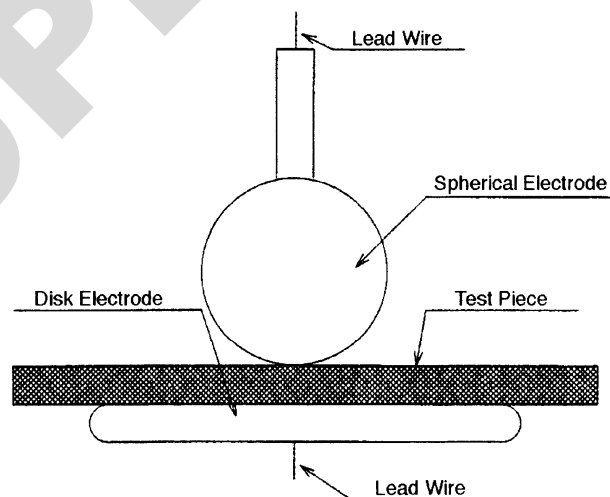

図 1
2.2 電極 – 周辺のエッジが 2.5 mm の半径に丸められている、12.5 mm の直径の真鍮球状電極、および 25 mm の直径の真鍮電極 (図 1 参照)。